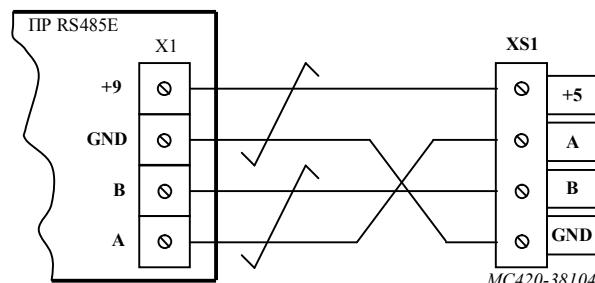

Рисунок 4.1 Схема подключения UTP-кабеля.
- подключите линию интерфейса RS-485 к соответствующим контактам клеммного блока X1 платы расширения RS485E согласно схеме Рисунок 4.1;